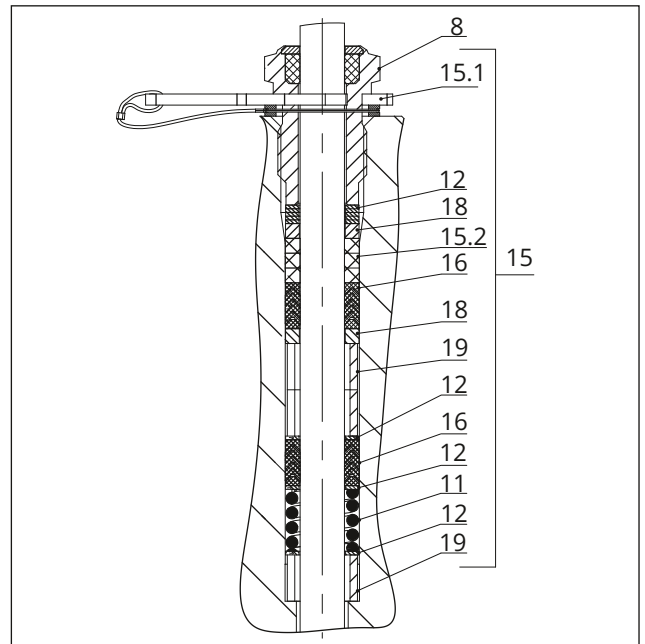

Fig. 26: Empaquetadura ADSEAL: DN 15...40/NPS 1/2...1 1/2
2. Deslizar cuidadosamente las piezas de la empaquetadura por el vástago del obturador con una herramienta adecuada en su alojamiento. Prestar atención al orden de las piezas, ver Fig. 26 o Fig. 27.
4. Colocar la arandela separadora roja (15.1) entre el casquillo roscado (8) y el anillo de retención, ver Fig. 26 o Fig. 27.